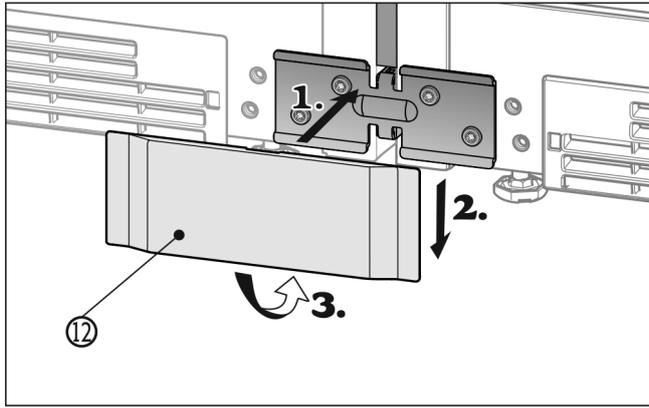

Fig. 31
- ▶ 将下方的盖板 Fig. 31 (12) 从前面放置到角上 Fig. 31 (1)，向下推入 Fig. 31 (2) 并向下卡紧 Fig. 31 (3)。